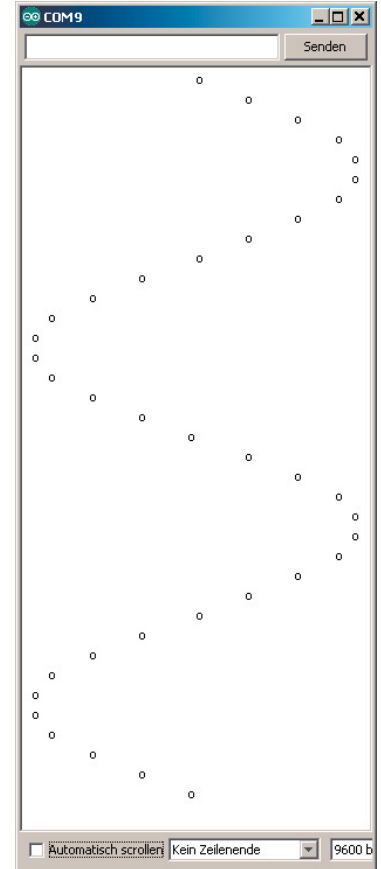

Bild 4: Arduino zeichnet eine Sinus-Kurve!
- Dass der Arduino auch einfache Grafiken ausgeben kann, zeigt Bild 4. Schaffen Sie es, das zugehörige Programm zu erstellen!